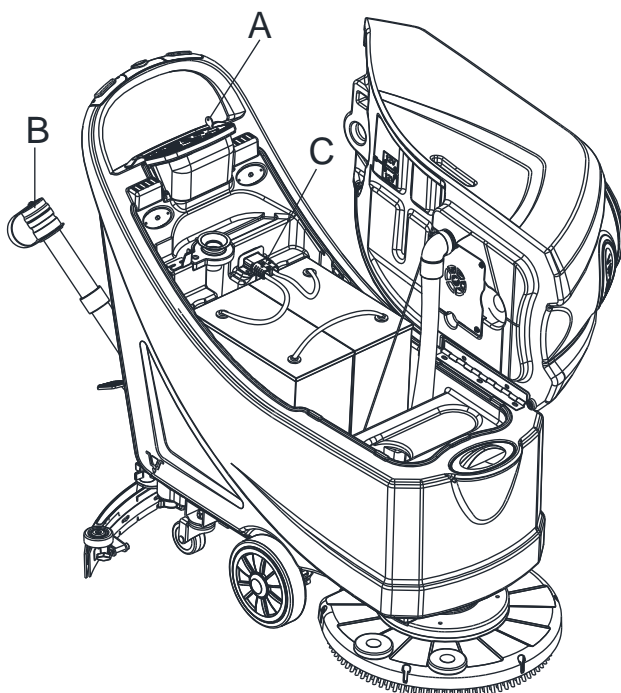

Figure 23
4. Nettoyer le couvercle du réservoir de récupération (A), le réservoir de récupération (B), le réservoir d'eau propre (C) et le cadre de support du filtre à flotteur (E). Vider le réservoir de récupération avec le tuyau de vidange (B, Figure 23).
2. Débrancher le câble d'alimentation (C, Figure 23) du réseau électrique.